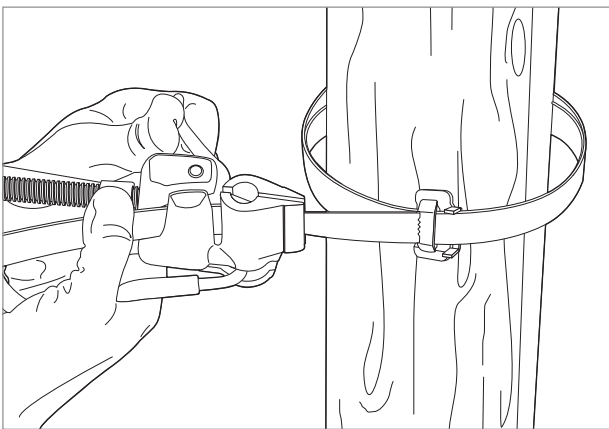

рис. 5
- Свободный конец ленты, пропустив через скрепу, вложите снова в отверстие инструмента (паз головки) (рис. 5). Помните, что рукоятка ножа в данный момент должна быть прижата к корпусу инструмента.